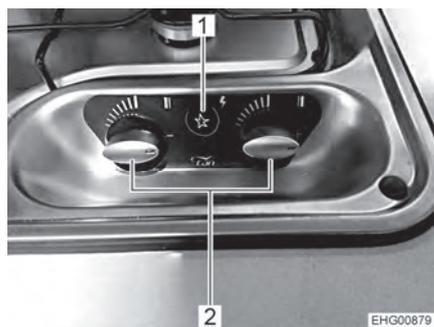

Fig. 127 Boutons de commande pour le réchaud à gaz
- Tourner le bouton tournant (Fig. 127,2) du brûleur désiré en position d'allumage (grande flamme).
- Appuyer sur le bouton-poussoir (Fig. 127,1). Le brûleur produit des étincelles.